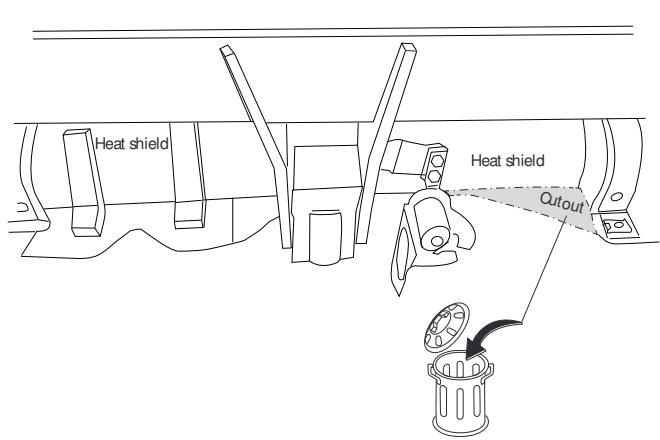

Fig. 2
5. Saw a portion out of the heat shield as shown in figure 2.
5. Gemäß der Abbildung 2 ein Stück aus dem Hitzeschild sägen.
5. Découper un morceau du bouclier thermique conformément à la figure 2.
5. Corte una parte del escudo térmico tal como se indica en la imagen 2.